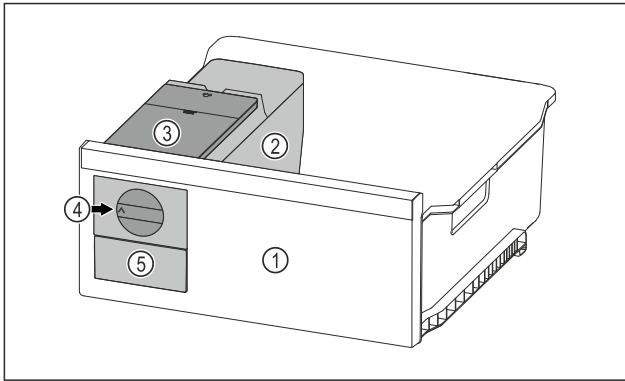

Fig. 70 Beispielfhafte Darstellung
- Drehknopf Fig. 70 (4) im Uhrzeigersinn bis zum Anschlag drehen.
- ▷ Eiskubel fallen aus der Eiskubel-schale in das Eiskubel-schubfach Fig. 70 (5).